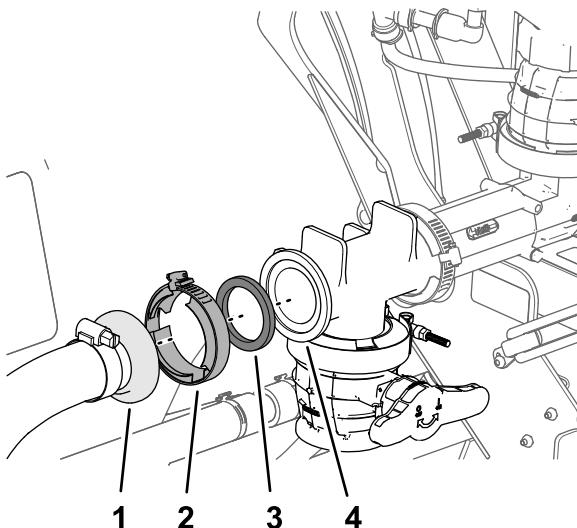

図 30
7. エダクタホースアセンブリのバーブ付きストレートフィッティングを、エダクタ用のT字フィッティングのフランジに組み付け、クランプを手締めする図 30。